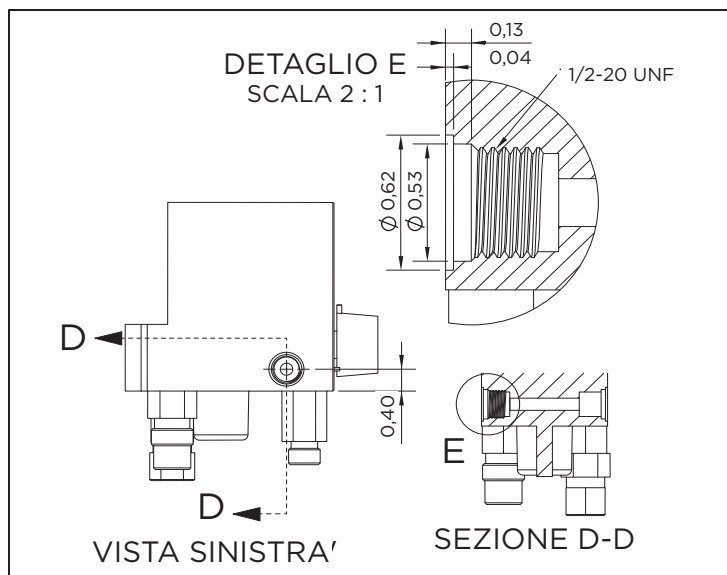

Figura 1: Dettagli sulla porta del miscelatore
3. Il miscelatore deve avere una porta di uscita primaria sul proprio lato sinistro delle dimensioni indicate in Figura 1 (pagina successiva).